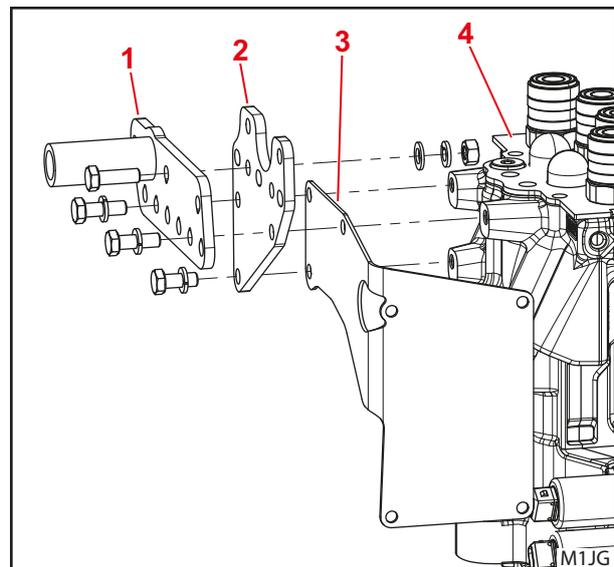

Abb. 4 Alternative Befestigungsmöglichkeit
- Das Proportionalventil kann auch nach oben versetzt am Halter am rechten Anbauteil montiert werden (siehe Abb. 4).